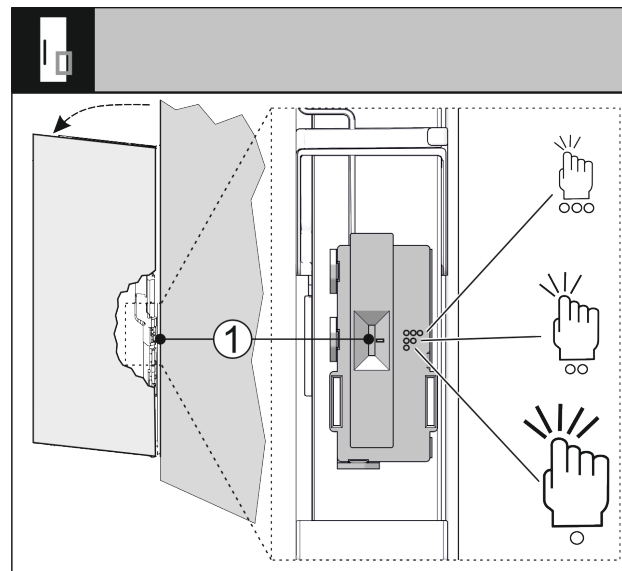

Fig. 100
Отрегулируйте чувствительность сигнала стука при помощи переключателя Fig. 100 (1). Переключатель находится со стороны петель на нижней трети двери.
- ▶ Установите переключатель Fig. 100 (1) в нужное положение.